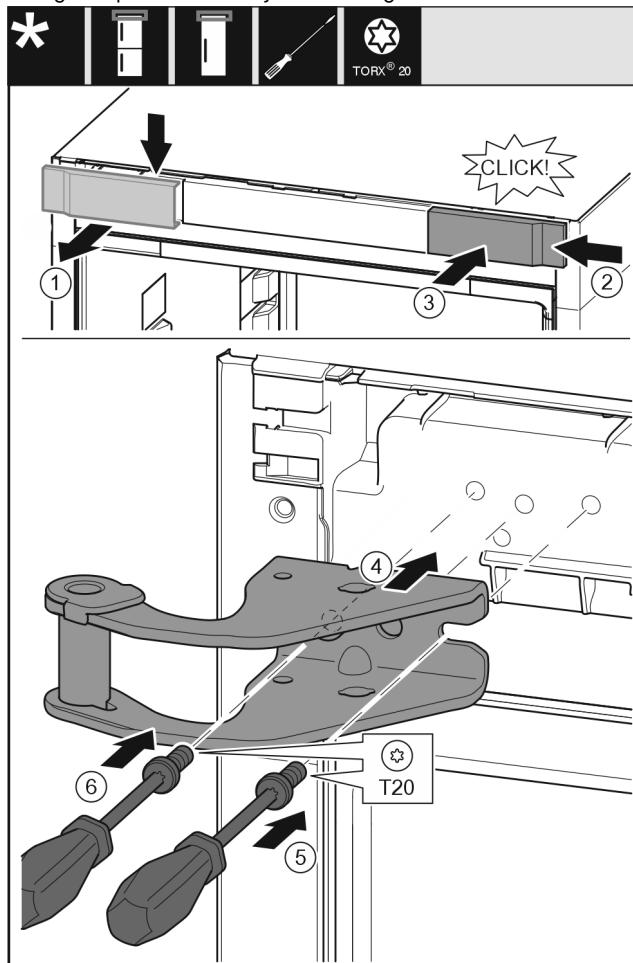

Fig. 9
- Skinite pokrov odozgo prema naprijed. Fig. 9 (1)
- Objesite pokrov okrenut za 180° na drugoj strani s desne strane. Fig. 9 (2)
- Pustite da pokrov uskoči. Fig. 9 (3)
- Postavite gornji podložak ležaja. Fig. 9 (4)
- Odvijačem T20 umetnите i pritegnite vijak. Fig. 9 (5)
- Odvijačem T20 umetnите i pritegnite vijak. Fig. 9 (6)